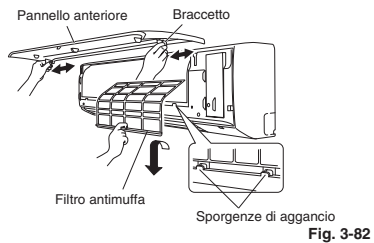

Fig. 3-82
- (1) Aprire il pannello anteriore sino a renderlo quasi orizzontale e rimuoverlo premendone i braccetti laterali verso l'esterno e tirandolo al contempo verso di sé. Se la rimozione appare difficoltosa lo si può lievemente sollevare afferrandolo per le estremità laterali. Muoverlo verso sinistra in modo da liberare il braccetto sinistro e quindi verso destra per liberare quello destro. (Fig. 3-82)
- (2) Sollevare lievemente il filtro antimuffa per sganciarlo dalle apposite sporgenze di aggancio situate sull'unità; tirarlo quindi in basso per rimuoverlo. (Fig. 3-82)